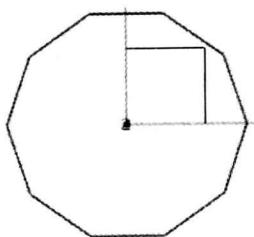

图 1.2.1 多边形 1
Step2. 创建图 1.2.1 所示的多边形 1。选择下拉菜单 **插入(S)** → **曲线(C)** → **多边形(E)** 命令；在多边形对话框中的 **边数** 文本框中输入值 10。单击 **确定** 按钮，选择 **内切圆半径** 按钮，在 **内切圆半径** 文本框中输入值 50，单击两次 **确定** 按钮，然后单击 **取消** 按钮，完成多边形 1 的创建。